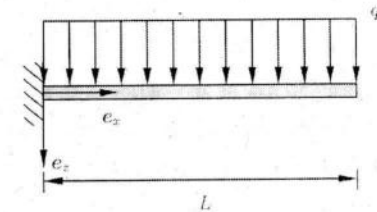

Abbildung 1.8: Durch konstante Streckenlast belasteter Balken.
- 1.7) Geben Sie für das in Abb. 1.8 dargestellte mechanische System die Randbedingungen für die Querkraft $Q_z(x)$ sowie das Biegemoment $M_y(x)$ an den Stellen $x = 0$ und $x = L$ in Abhängigkeit von q_0 und L an. Gegeben sind folgende Größen: $L > 0$ und $q_0 > 0$